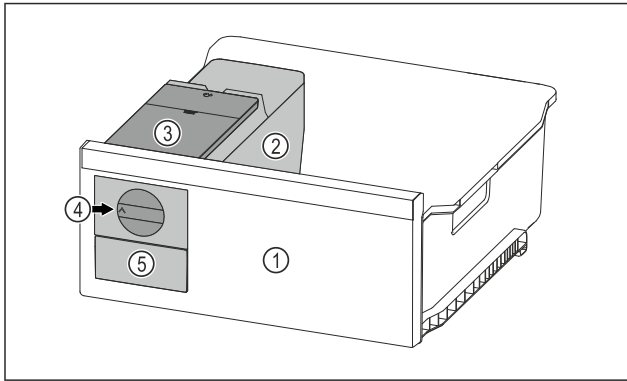

Fig. 75 Ілюстративне зображення
- ▶ Поворотну ручку Fig. 75 (4) повернути за годинниковою стрілкою до упору.
- ▷ Кубики льоду випадають із ванночки для кубиків льоду у висувний ящик для кубиків льоду Fig. 75 (5). Якщо не всі кубики льоду виймаються з ванночки для кубиків льоду: